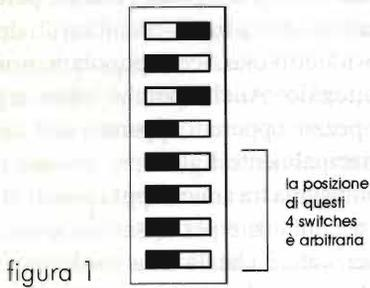

figura 1
- 1) il settaggio del secondo dip-switch, dall'alto, di pag.69 è settato al contrario, la giusta combinazione è quella qui riportata nella figura 1: